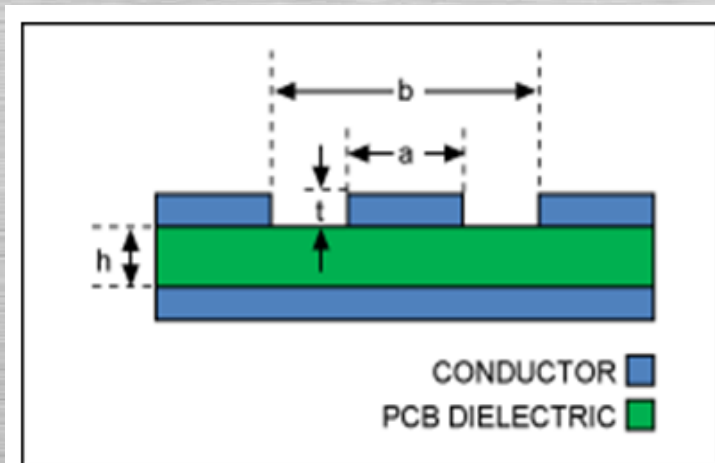

Figure 4. A coplanar waveguide provides for better isolation between nearby RF lines and other signal lines.
- 共面波导提供了更好的隔离介於附近的射频线，以及其他信号线（端视图）。这种介质由一个中心导体组成，其两侧和下方都有接地平面（图4）。